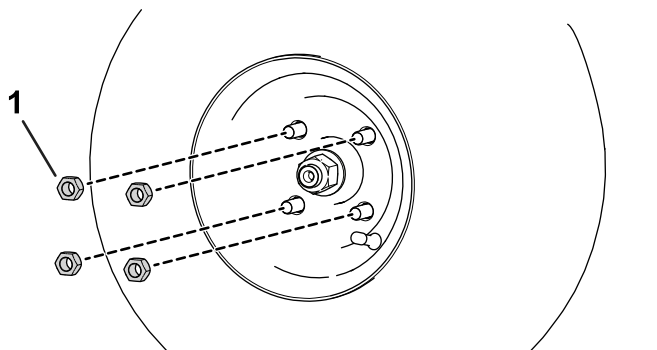

Рисунок 47
- А. Ослабьте и отверните зажимные гайки колес (Рисунок 47).
- B. Заверните зажимные гайки колес (Рисунок 47).